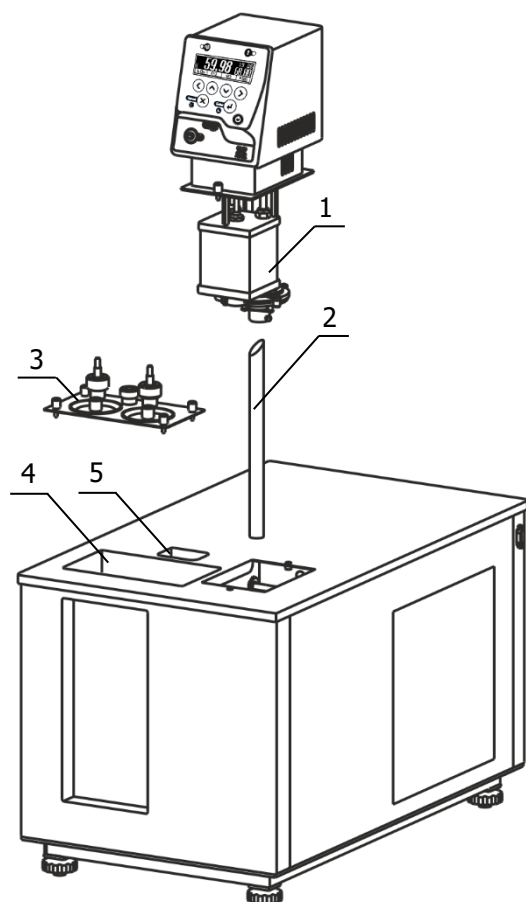
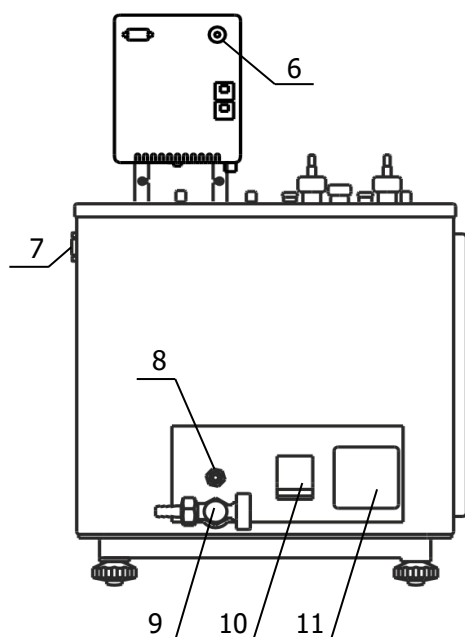

Рисунок 3 — Установка блока регулирования температуры
Рисунок 4 — Задняя панель термостата
2.2.3 Вставить выходную трубку 2 (рисунок 3) в переходное отверстие на дне основной ванны термостата коническим концом вверх, как показано на рисунке 3.
2.2.5 К переливному штуцеру 8 (рисунок 4) присоединить гибкий шланг, второй конец которого опустить в емкость для сбора излишков теплоносителя объемом 1.5–2 л.
2.2.6 Заполнить ванну термостата теплоносителем через отверстие над рабочей ванной 4 (рисунок 3) до момента начала слива теплоносителя из штуцера 8 (рисунок 4). Температурный диапазон применения теплоносителя должен соответствовать значениям, указанным в 1.2.6.
2.2.7 Вставить вилку сетевого кабеля блока регулирования в розетку 11 (рисунок 4). Соединить кабелем из комплекта поставки блок регулирования температуры (разъем 6) и холодильную машину (разъем 7). Сетевой кабель термостата подключить к питающей сети. Для этого в лабораторном помещении должна быть установлена электрическая розетка из комплекта поставки термостата.
2.2.9 При первом запуске термостата необходимо включить блок регулирования в режиме прокачки в соответствии с документом ТКЛШ 3.222.009-53 РЭ «Блоки регулирования температуры погружные циркуляционные М53 серии МАСТЕР». При работе циркуляционного насоса уровень теплоносителя в рабочей ванне поднимается, и теплоноситель начинает равномерно переливаться в основную ванну. При этом уровень теплоносителя в основной ванне падает, что может привести к срабатыванию защиты от недостаточного уровня теплоносителя. Доливать теплоноситель следует до момента начала слива из переливного штуцера 8 (рисунок 4).
2.2.10 Причина отсутствия перелива — неправильная работа насоса, вызванная воздушной пробкой, образовавшейся в резервуаре 1 (рисунок 3). Для ее устранения необходимо:
2.4.2 Надеть сливной шланг из комплекта поставки на кран 9 (рисунок 4) и закрепить его хомутом. Свободный конец шланга опустить в емкость для сбора теплоносителя объемом, превышающим объем термостата.